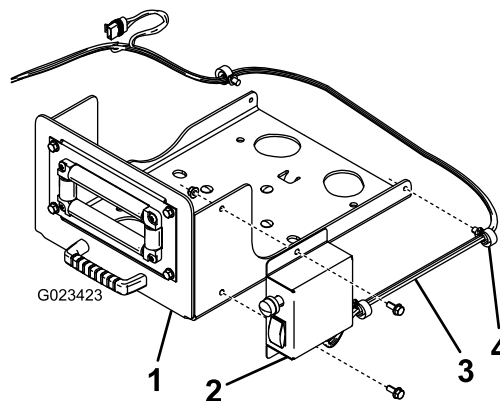

図 6
5. スwitchボックスをスイベルプレートに取り付ける；ボルト (5/16 インチ) 2本と、フランジナット (5/16 インチ) 2個で図 6 のように取り付ける。
6. ワイヤハーネスを、スイベルプレートに固定する；既存のクリップを使用する（図 6）。